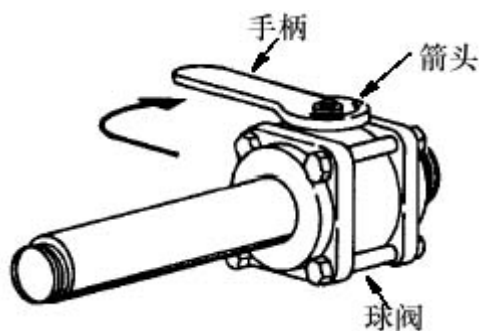

图 6. 关闭球阀
1. 将球阀顶部的手柄（见图 6）转到关闭位置（根据手柄上箭头的指示）。
检查确认球阀完全关闭（见第 16 页上的图 6）。如果继续泄漏，那么表明球阀未正确关闭。过程管线或储槽可能必须排空并泄压。